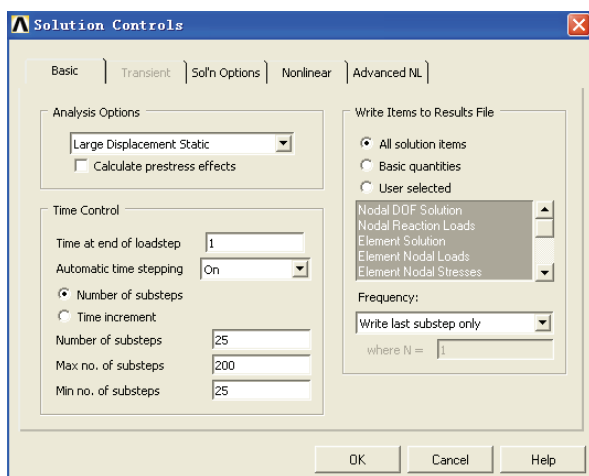

图 5-227 求解过程基本属性设置对话框
2) 选择 Main Menu | Solution | Analysis Type | Sol's Controls 命令, 出现 Solution Controls 对话框, 单击其上的 Basic 选项卡, 参照图 5-227 对其进行设置, 单击 OK 按钮关闭该对话框。